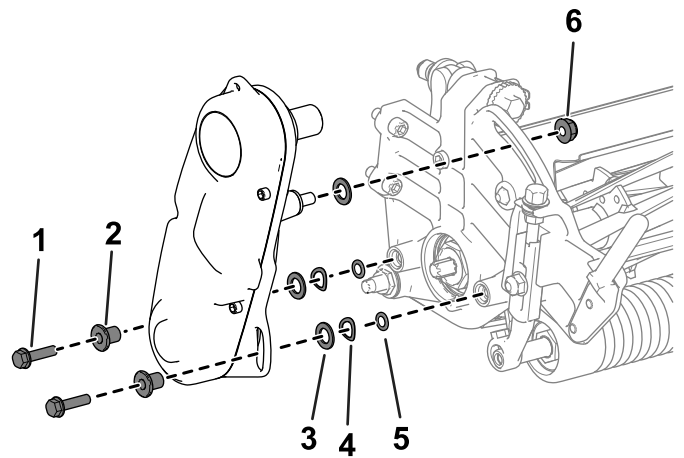

Figura 4
1. Rimuovete la bulloneria che fissa il gruppo trasmissione del cilindro alla piastra laterale (Figura 4).
2. Rimuovete il gruppo trasmissione del cilindro, le rondelle piatte, le rondelle elastiche, i distanziali e gli O-ring dalla piastra laterale (Figura 4).